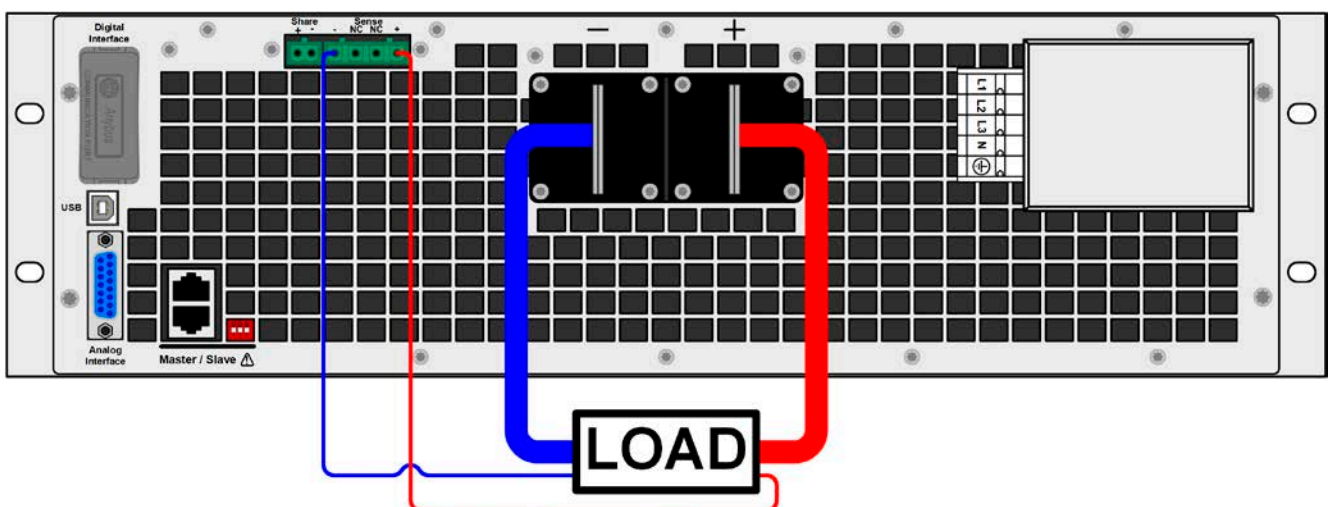

Imagen 10 - Ejemplo de un cableado de detección remota
- La detección remota es solo eficaz durante un funcionamiento de tensión constante (VC) y para otros modos de regulación, la entrada de detección se debe desconectar en la medida de lo posible porque conectarla generalmente incrementa la tendencia a la oscilación
- Los cables de detección + deben conectarse a los contactos + de la carga y los cables de detección - a los - de la carga ya que, de lo contrario, la entrada de detección del equipo podría resultar dañado. Véase un ejemplo a Imagen 10 continuación.